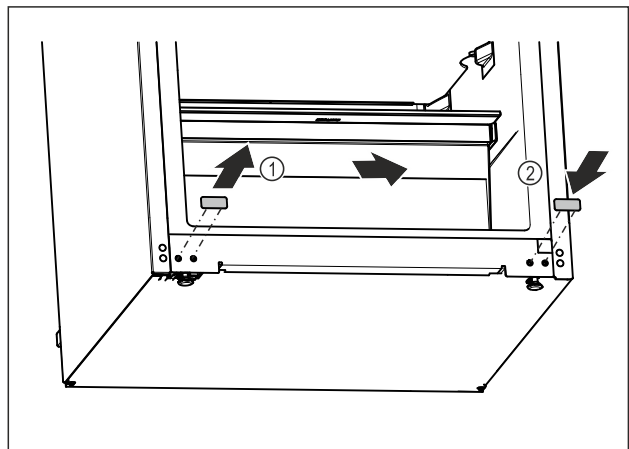

Fig. 21
- Extrageți dopurile de acoperire. Fig. 21 (1)
- Montați dopurile de acoperire pe partea opusă. Fig. 21 (2)